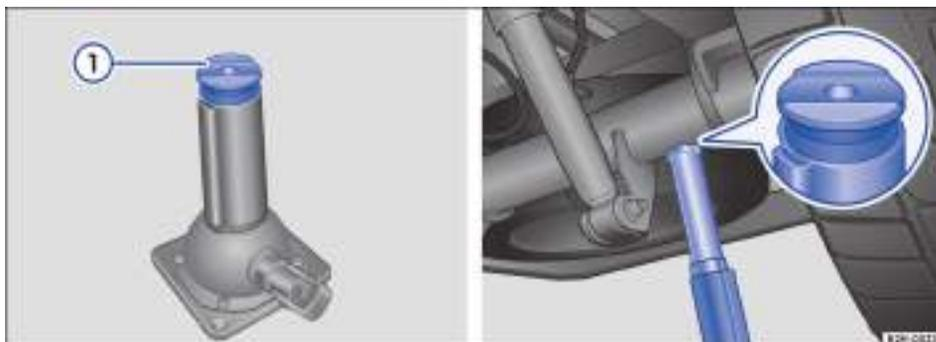

Fig. 201 Colocar el crিকে debajo del eje trasero.
Para evitar que el vehículo resbale al elevarlo, hay que colocar el crিকে debajo del punto de apoyo de manera que uno de los rebajes → fig. 201 ① quede longitudinalmente justo en el centro del eje trasero.
7. Centre el crিকে y siga subiéndolo hasta que su superficie de apoyo toque el punto de apoyo → fig. 199 o uno de los rebajes → fig. 201.